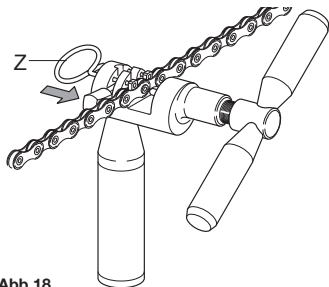

Abb.18
- Sperren Sie das Kettenglied mit der entsprechenden Sperrvorrichtung (Z - **Abb. 18**).